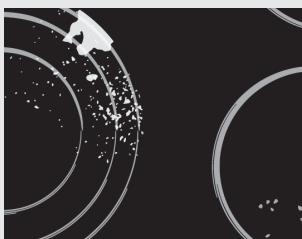

рис.3
**Небольшие загрязнения** можно устраниć мягкой влажной тряпкой. Затем протрите чистую поверхность насухо (рис. 3).
**Проверьте, чтобы на стеклокерамической поверхности не осталось следов чистящего средства, так как при нагреве оно может приобрести агрессивные свойства и привести к изменениям структуры стеклокерамической поверхности (рис. 3).**
**Пятна от воды** можно удалить с помощью слабого раствора уксуса. Этим раствором нельзя протирать рамку прибора (в некоторых моделях), так как она потеряет блеск. Для удаления известкового налета нельзя использовать агрессивные спреи и чистящие средства (рис. 3).